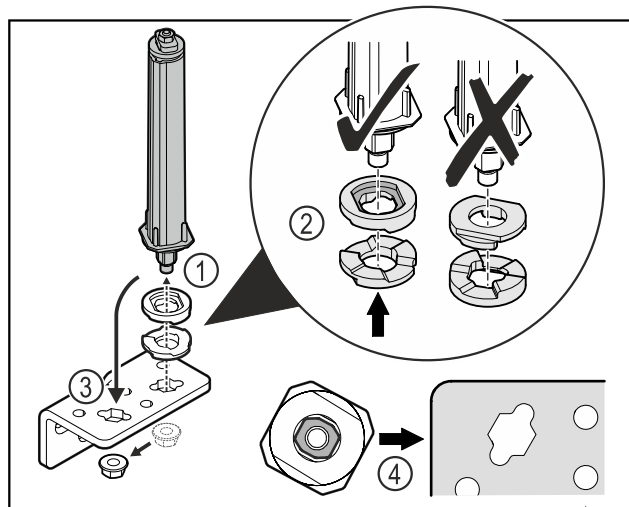

Fig. 35
- ▶ Odvijte matice in odstranite sistem za zaklepanje vrat Fig. 35 (1).
- ▶ Pazite na pravilno razporeditev podložk za nastavljanje višine Fig. 35 (2).
- ▶ Sistem za zaklepanje vrat prestavite v kotniku tečaja in ga fiksirajte z matico Fig. 35 (3).
- ▶ Pri vstavljanju pazite na pravilno naravnost sistema za zaklepanje vrat Fig. 35 (4).